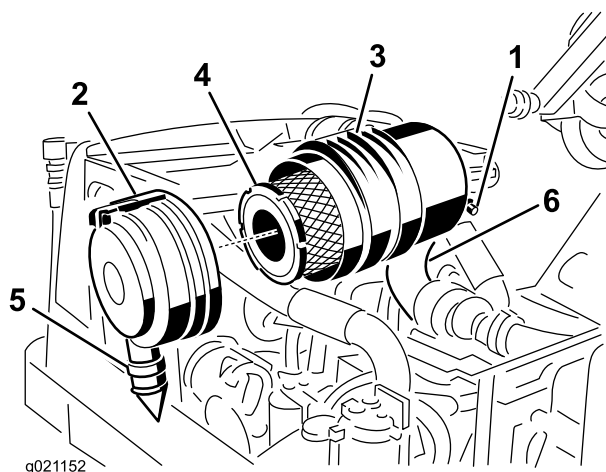

Bild 57
1. Ziehen Sie den Riegel nach außen und drehen Sie die Luftfilterabdeckung nach links (Bild 57).
2. Entfernen Sie den Hauptfilter (Bild 57).
4. Wechseln Sie den Hauptfilter aus (Bild 57).
8. Setzen Sie die Abdeckung ein und richten das Gummiausslassventil nach unten, ungefähr zwischen 17.00 und 19.00 Uhr (vom Ende her gesehen). Bild 57